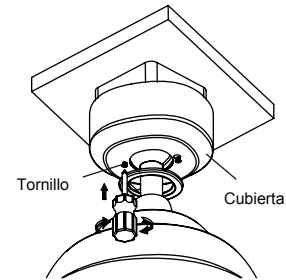

Fig. 18
Paso 2. Vuelva a instalar el tornillo de hombro que se quitó previamente en la página 8 paso 2, a continuación, vuelva a apretar dos tornillos de hombro de forma segura. (Fig.18)